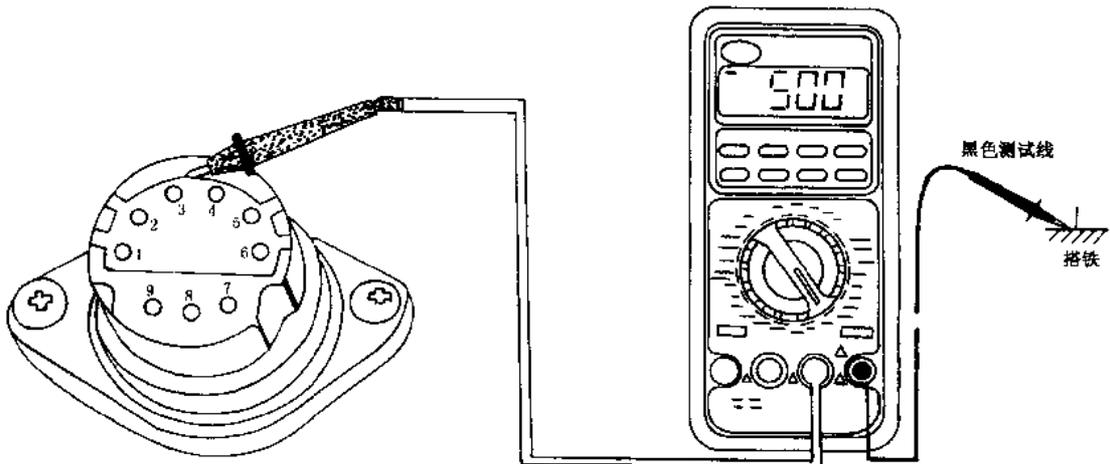

图 1-2-1 9 孔诊断座读取百分比故障码
1. 由 9 孔诊断座中 3 # 孔,读取百分比故障码(KE - CIS)(图 1-2-1)。